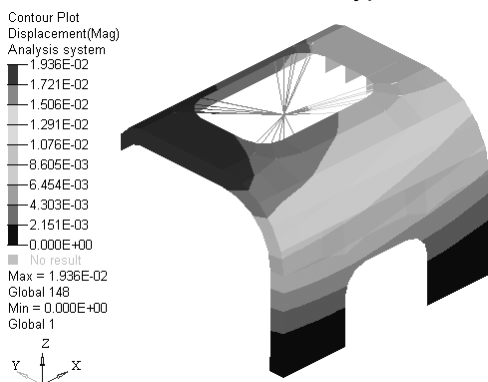

图 13-51 等高线云图
(2) 展开 Plot Styles 文件夹并单击 Default Contour 旁的图标。默认情况下, 位移量被等高显示。观察在图形区中的等高线云图, 如图 13-51 所示。